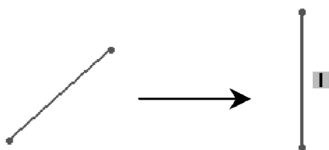

图 2-174 添加竖直几何关系
- 竖直几何关系 ：使选取的对象按竖直方向放置，如图 2-174 所示。